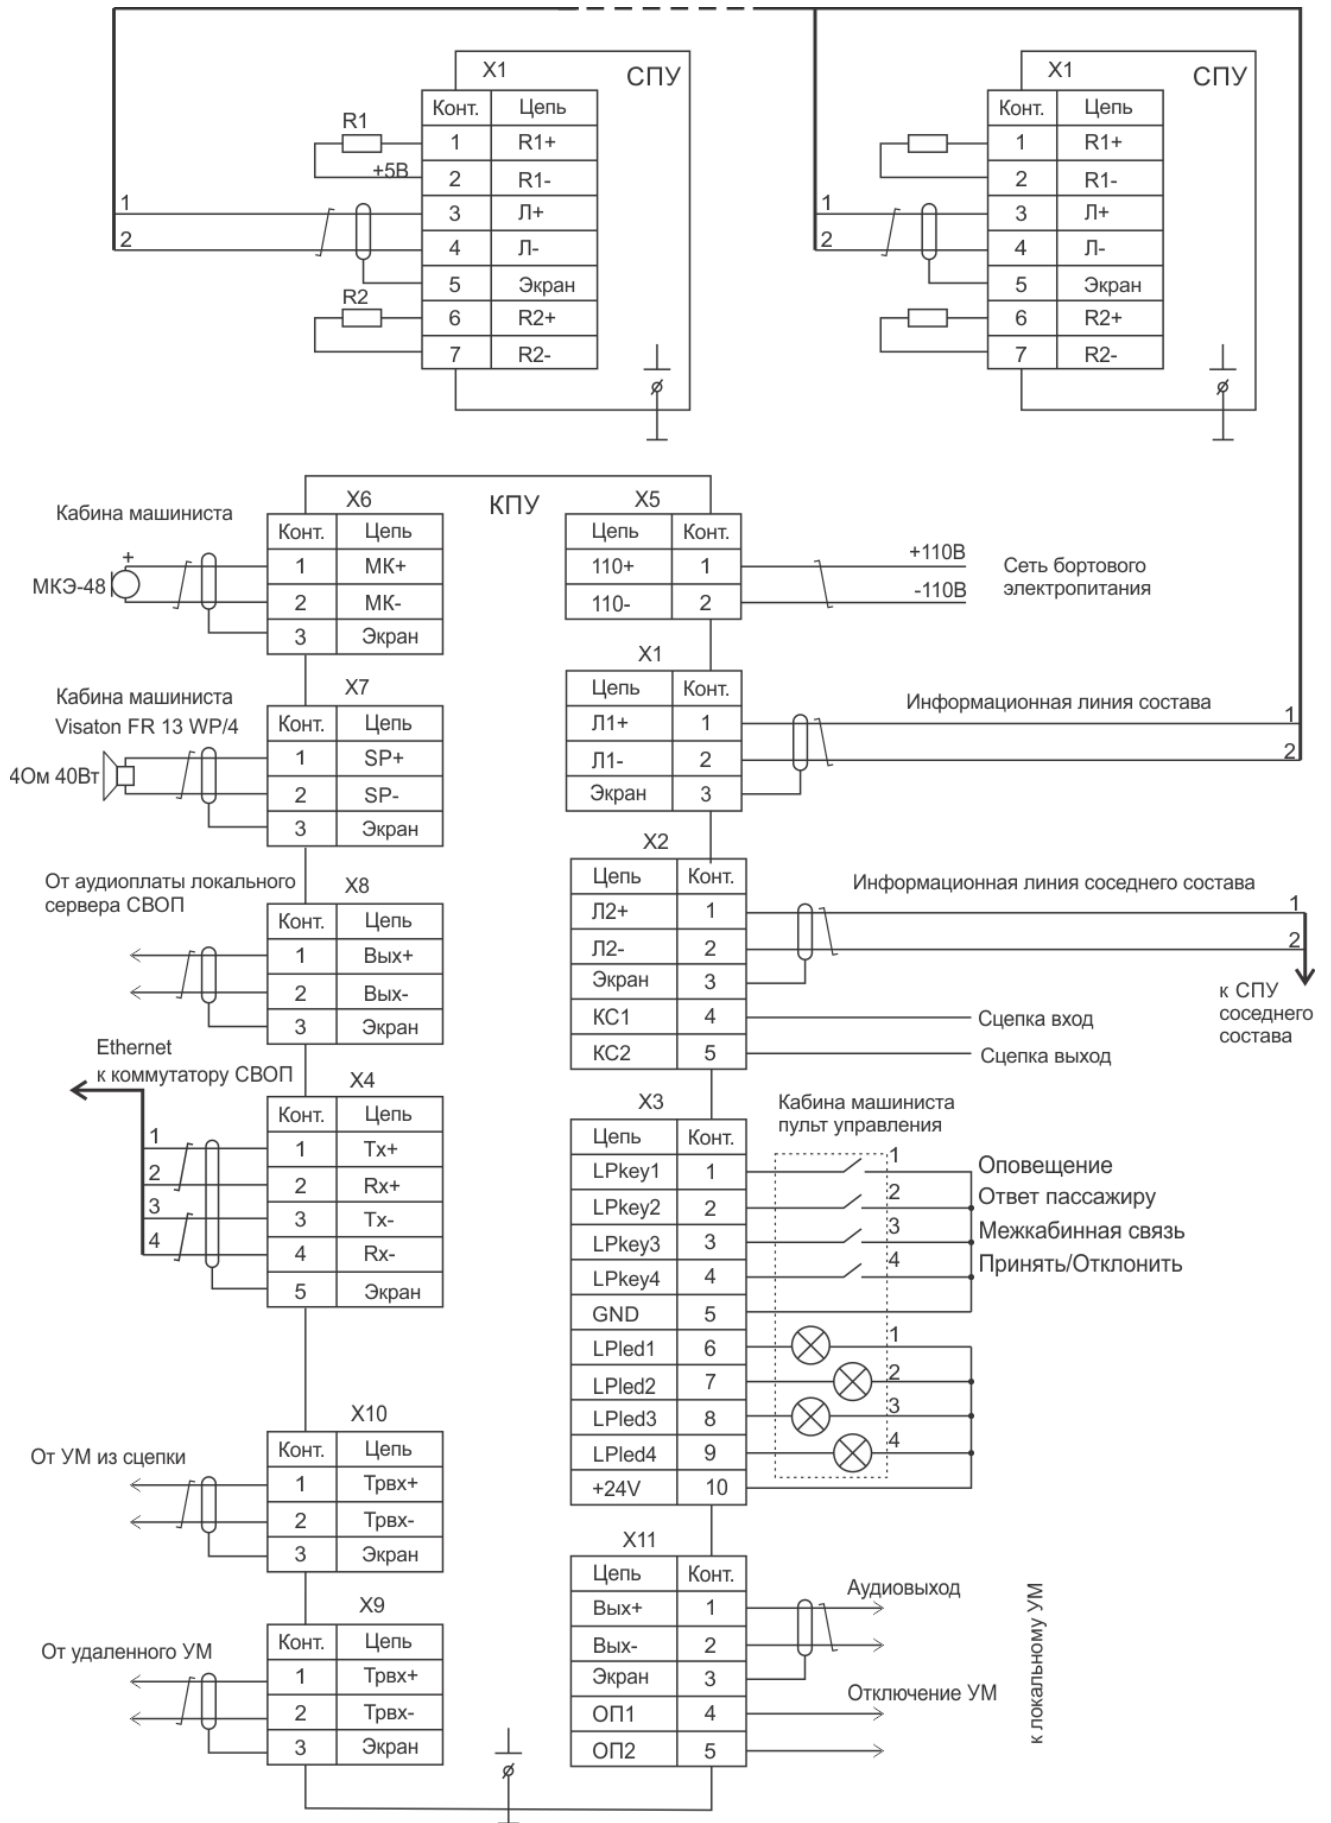

Рисунок 11 - Схема подключения КПУ и СПУ
5.5.2 К модулю КПУ подключаются внешние цепи при помощи соединителей, входящих в комплект поставки и кабелей связи (рисунок 11):